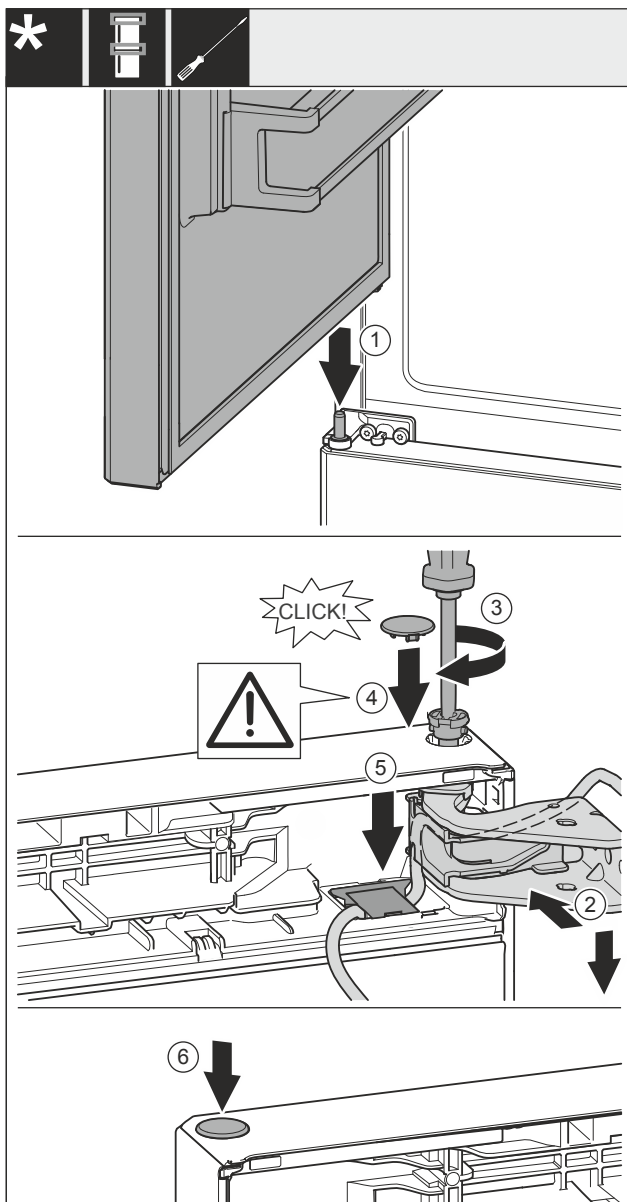

Fig. 36
- ▶ Założyć górne drzwi na środkowy trzpień zawiasu Fig. 36 (1).
- ▶ Wyrównać drzwi u góry względem otworu w płycie zawiasu Fig. 36 (2).
- ▶ Założyć sworzeń Fig. 36 (3) i dokręcić śrubokrętem.
- ▶ Założyć osłonę Fig. 36 (4).
- ▶ Sprawdzić, czy osłona Fig. 36 (4) przylega do drzwi.
- ▶ Włożyć osłonę Fig. 36 (5) i docisnąć do dołu, aby się zatrzasnęła.
- ▶ Założyć osłonę Fig. 36 (6).